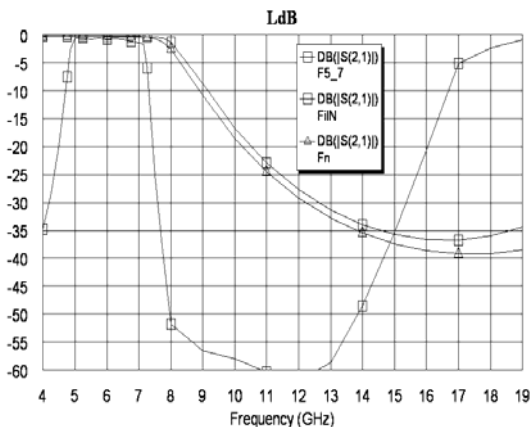

Рис. 3.198
21. Сделайте активным график **LdB** и щёлкните по значку **Analyze** на панели инструментов. График показан на рис. 3.198. Его можно считать удовлетворительным.